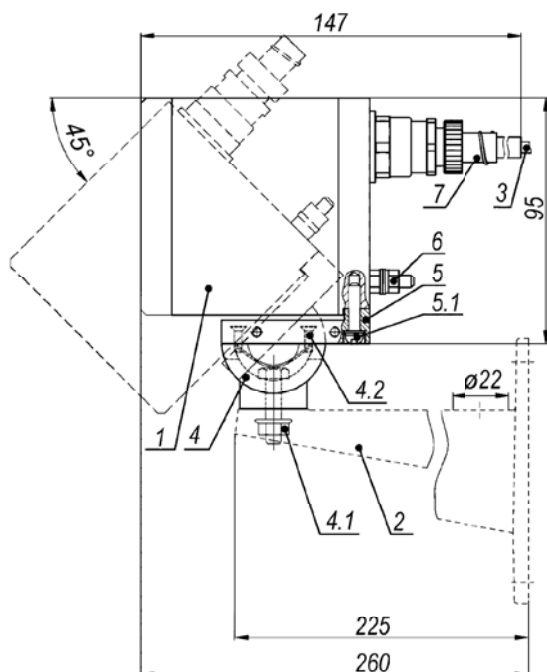

Рисунок 1 – Состав, габаритные и установочные размеры.
1. Установить прожектор одним из четырёх способов – рисунок 1, 2, 3, 4.
1.1 Установка прожектора на кронштейн (рисунок 1):
- установить кронштейн 2 (рисунок 1) на штатное место и закрепить на нём прожектор 1;
- ослабив гайку болта фиксации шарнира 4.1 (рисунок 1), установить прожектор на нужное направление обзора, после чего надёжно зафиксировать шарнир, затянув болт.
- отсоединить основание прожектора 5 (рисунок 1) от корпуса прожектора, выкрутив два винта 5.1 (рисунок 1);
- отсоединить шарнир 4 (рисунок 1) от основания 5 (рисунок 1), выкрутив винты 4.2 (рисунок 1);
- установить обратно основание прожектора 5 (рисунок 1) на прожектор;
2. Заземлить прожектор с помощью болта заземления 6 (рисунок 1).